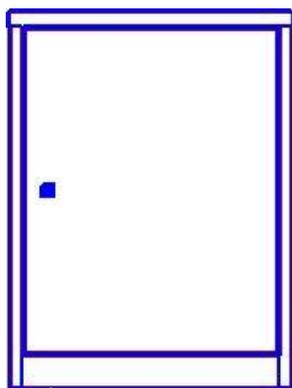
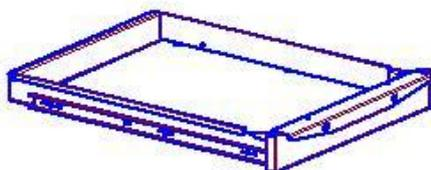

Рис.6
Рис.14
- 3.2. Ящики тумб (рис. 14÷16) фиксируются с помощью механизма центрального замка и могут запираются на навесной замок (кроме тумбы ТВ0). Варианты тумб представлены на рис. 6÷13.